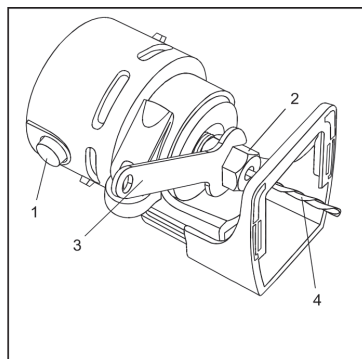

Рис. 9
3. Ключом 3 (Рис. 9) против часовой стрелки отверните фиксирующую гайку.
5. Наживите фиксирующую гайку 2, вставьте насадку 4 (Рис. 9)
6. Затяните фиксирующую гайку 2 (Рис. 9)